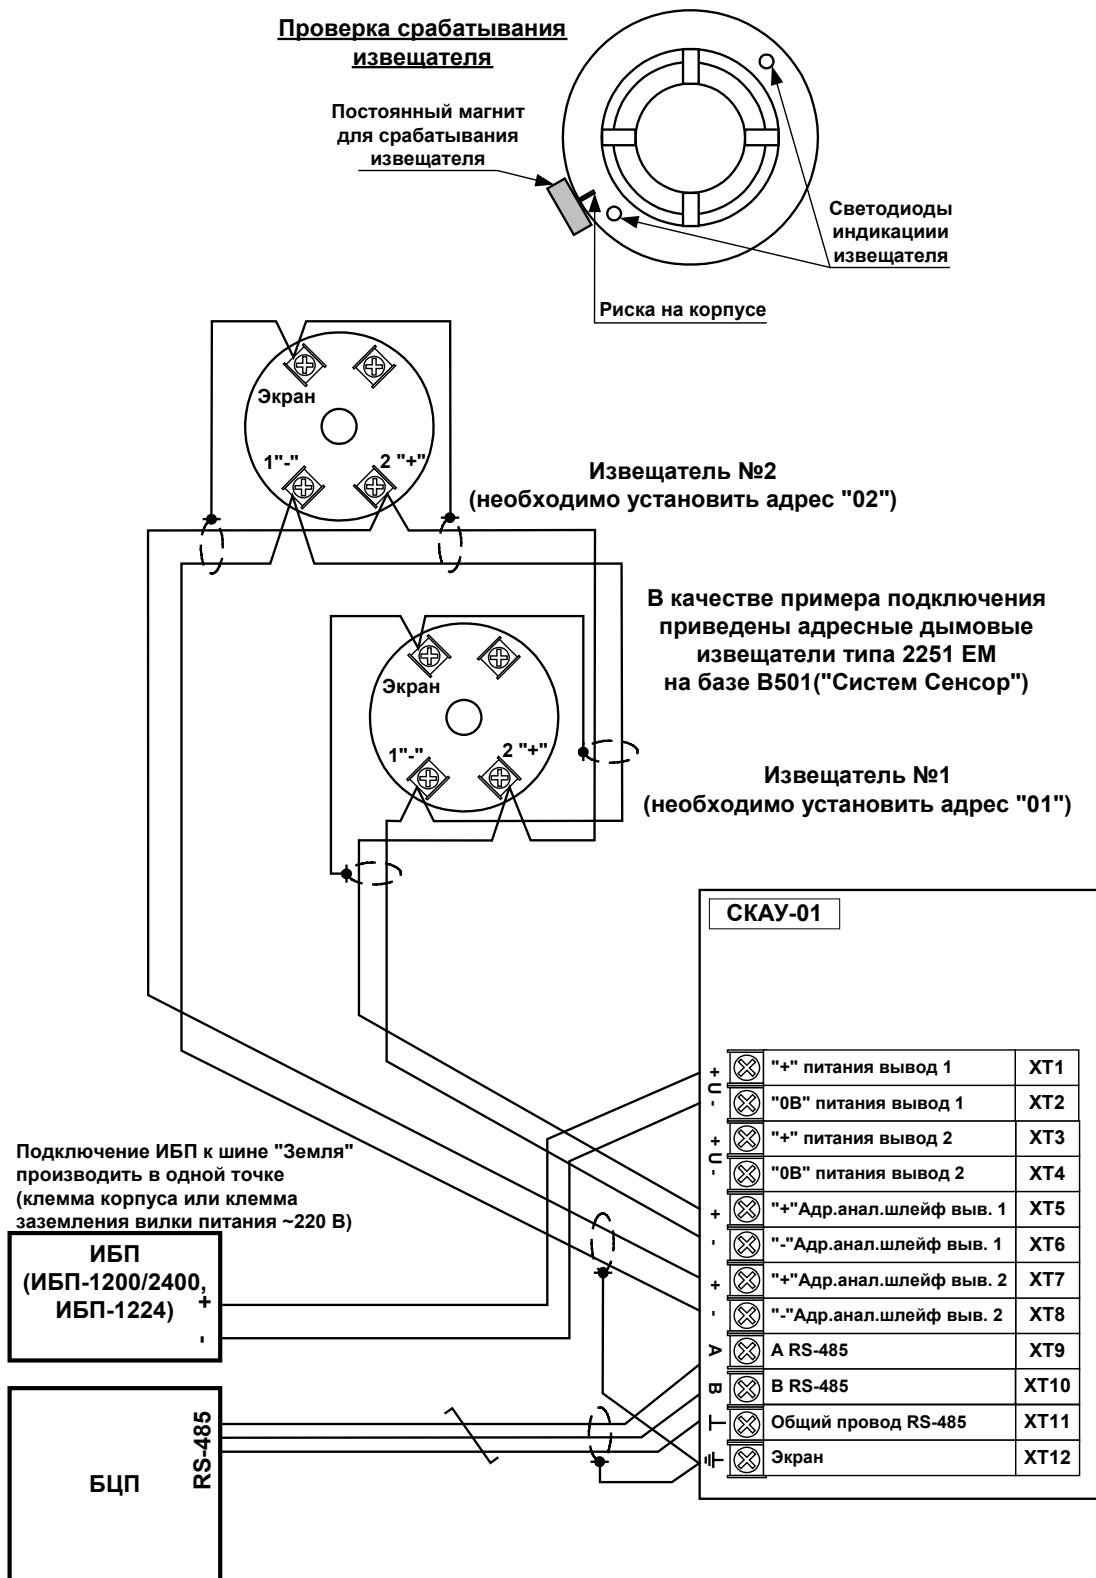

Рис. 6 Схема проверки СКАУ
Подключить СКАУ к блоку питания согласно типовой схеме включения и к линии связи RS-485 БЦП (см. Рис. 6 и Рис. 7).
- Проверить срабатывание извещателей. Для проверки срабатывания извещателя – организовать задымленность в зоне чувствительности извещателя или поднести к каждому из извещателей постоянный магнит (см. Рис. 6) и держать ~30 с до появления постоянного свечения светодиодов извещателя.